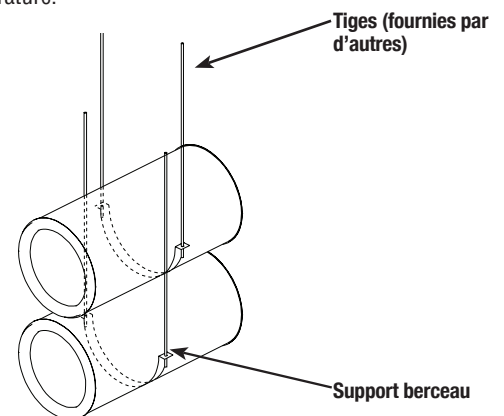

Figure 33 - Cradle Support
3. Le support berceau permet d'empiler deux (ou plus) cheminées horizontales (**Voir Figure 33**).